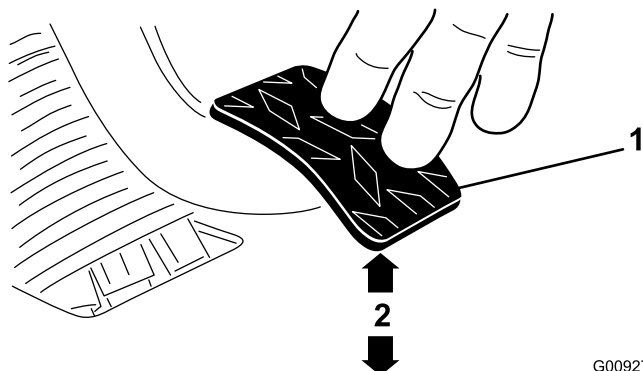

図 65
3. ジャムナットまたはボールジョイントを調整する 1.8 kg の力でクラッチペダルを踏んだ時にペダルの裏面の下端が床のダイヤモンド柄の頂部から 9.2-9.8 cm になるようにする図 65。